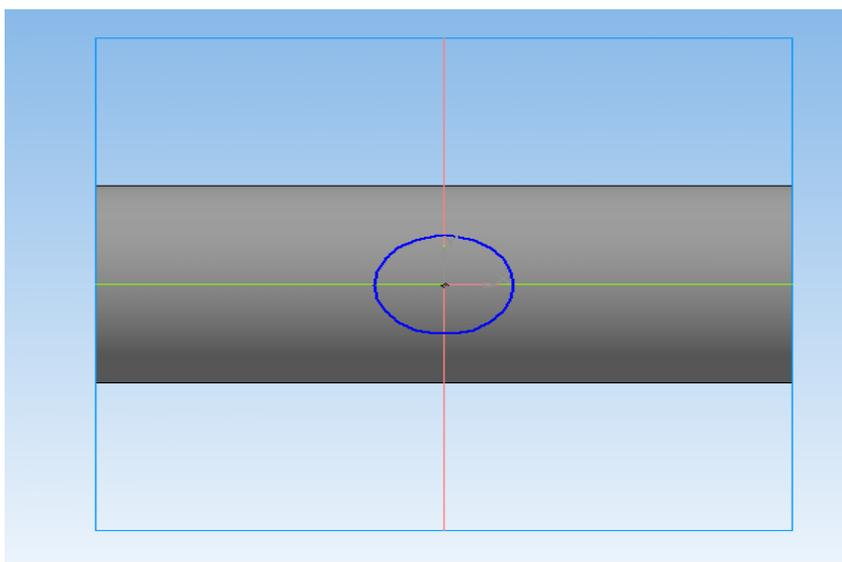

Рис. 17
15. Выбираете инструмент «Окружность», изменяете стиль линий на «основная». Центром окружности будет служить начало координат – точка (0;0). Далее строите окружность (**рис. 17**).